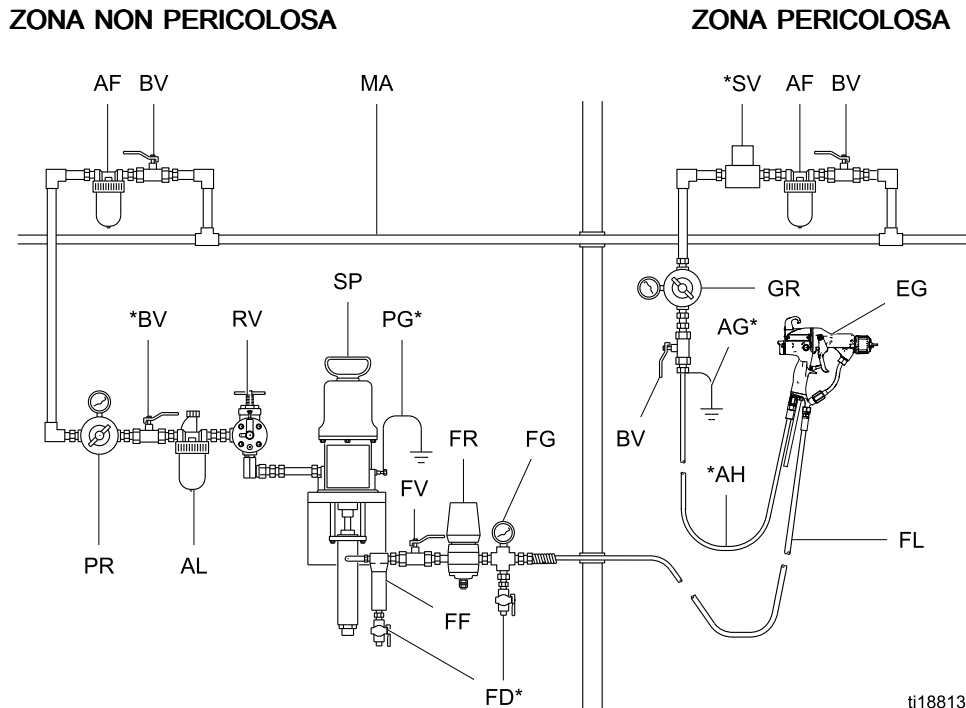

Figure 10 Installazione tipica
Nella Fig. 10 (installazione tipica) è mostrato un tipico sistema di spruzzatura elettrostatico a supporto pneumatico. Non si tratta dello schema di un sistema effettivo. Per ottenere assistenza nella progettazione di un sistema adatto alle proprie esigenze specifiche, rivolgersi al distributore Graco di zona.
1. Vedere la Fig. 10. Utilizzare il flessibile di erogazione dell'aria dotato di messa a terra Graco (AH) per erogare aria alla pistola. Il raccordo di ingresso dell'aria nella pistola dispone di una filettatura sinistrorsa. Il filo di messa a terra del flessibile di erogazione dell'aria (AG) deve essere collegato a una messa a terra efficace. Per il momento, non collegare il flessibile di erogazione dell'aria all'ingresso dell'aria nella pistola.
2. Installare un filtro della linea dell'aria o un separatore d'acqua (AF) sulla linea dell'aria della pistola per garantire l'erogazione di aria asciutta e pulita alla pistola. La sporcizia e l'umidità possono rovinare l'aspetto del lavoro finito e possono causare problemi di funzionamento della pistola.